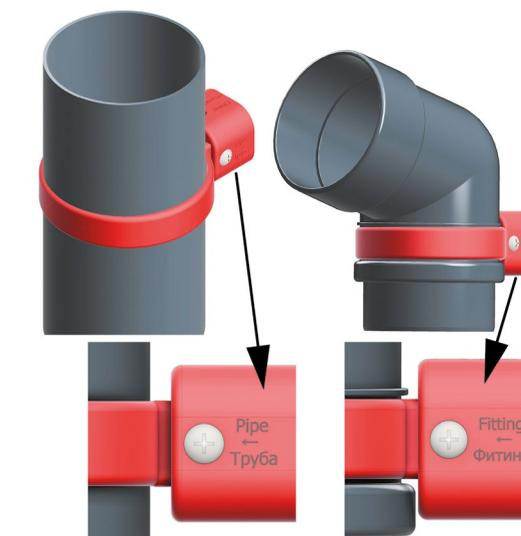
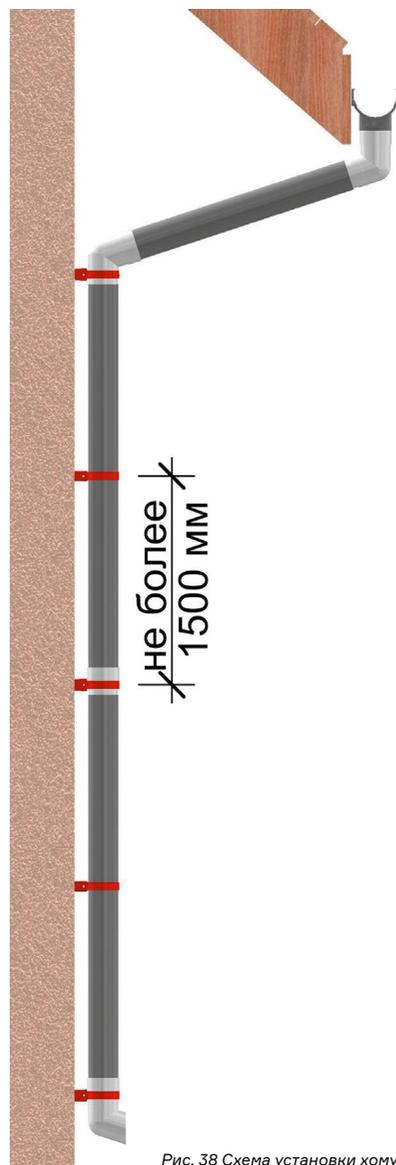

Рис. 37 Положения хомута
Рис. 38 Схема установки хомутов
«ФИТИНГ» хомут жёстко фиксирует элементы водосточной системы (Рис. 37). В зависимости от фиксируемого элемента водостока, на этапе монтажа, опоры хомута необходимо установить так чтобы надпись «ФИТИНГ» или «ТРУБА» располагалась на боковой стороне основания хомута:
■ Монтаж труб – опора хомута находится в положении «ТРУБА» (Рис. 37).
■ Монтаж фитингов (колено 45° или 72°, муфта соединительная, наконечник, тройник, коллектор, LUX/PREMIUM переходник) – опора хомута находится в положении «ФИТИНГ» (Рис. 37).
Максимальный шаг установки хомутов универсальных не должен превышать 1500 мм (Рис. 38).
Обязательна фиксация всех фитингов (колена 45° и 72°, муфта соединительная, наконечник, тройник, коллектор) и труб к фасаду здания (Рис. 38).
Для установки труб при помощи режущего инструмента, необходимо подготовить элемент трубы, который будет соединять верхнее колено с наконечником, а при большей высоте здания - муфтой соединительной. Для этого следует, используя рулетку, замерить расстояние от стопора трубы в раструбе наконечника или муфты соединительной до монтажных ограничителей верхнего колена и с учетом положений 13 раздела подготовить трубу нужного размера (Рис. 38).
Установите трубу, соединяющую фитинги между собой с учетом зазора, компенсирующего температурные расширения. При монтаже следует учитывать, что трубы также должны быть зафиксированы на фасаде здания при помощи хомутов универсальных. Максимальный шаг установки хомутов на фасаде составляет 1500 мм (Рис. 38), при этом основание хомута устанавливается в положение «труба» (Рис. 37).